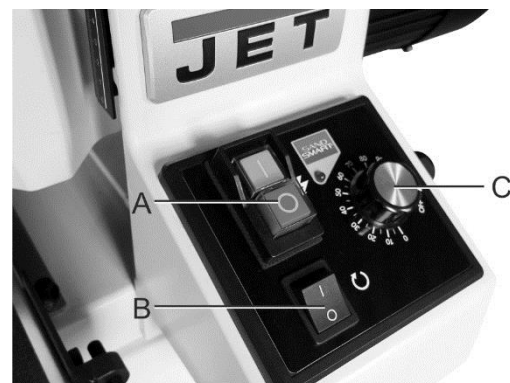

Abb. 9-1: Bedientafel
6. Den Hauptnetzschalter (A, Abb. 9-1) durch festes Drücken einschalten.
7. Den Kippschalter (B, Abb. 9-1) umlegen, um den Trommelmotor zu starten.
8. Den Geschwindigkeitsregelknopf (C, Abb. 9-1) der Fördereinheit zum Starten sowie zum Erhöhen der Geschwindigkeit im Uhrzeigersinn drehen.